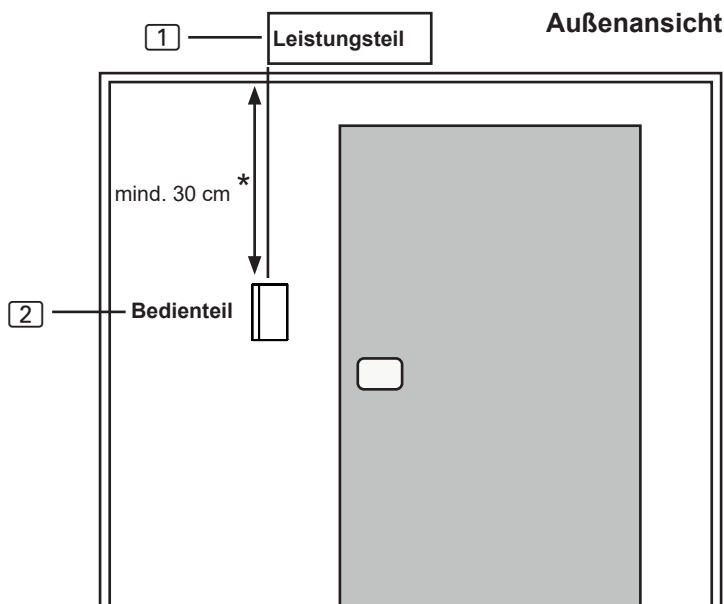

Abb.4 Position Bedienteil
Das Bedienteil [2] wird an der Kabinenwand im maximalen Abstand von 10 Metern zum Leistungsteil [1] montiert (siehe **Abb.4**).
* Bei Montage innerhalb der Saunakabine ist ein Mindestabstand von 30 cm zur Kabinendecke einzuhalten (siehe **Abb.4**).